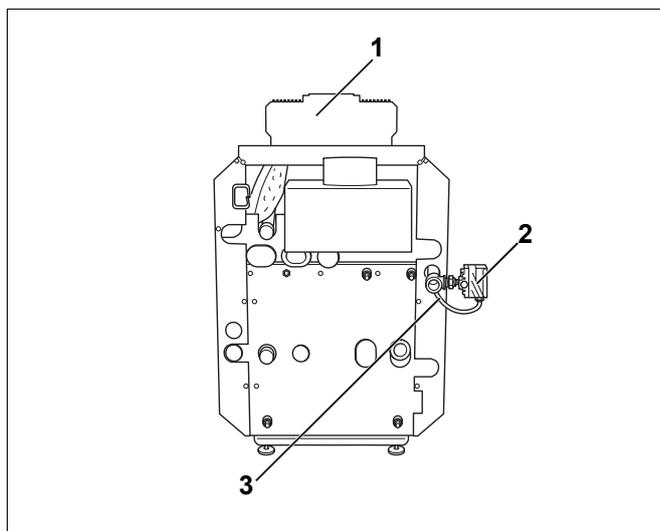
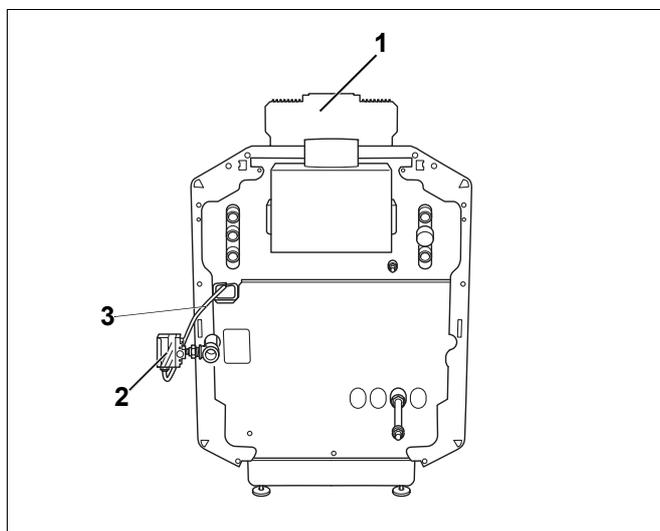
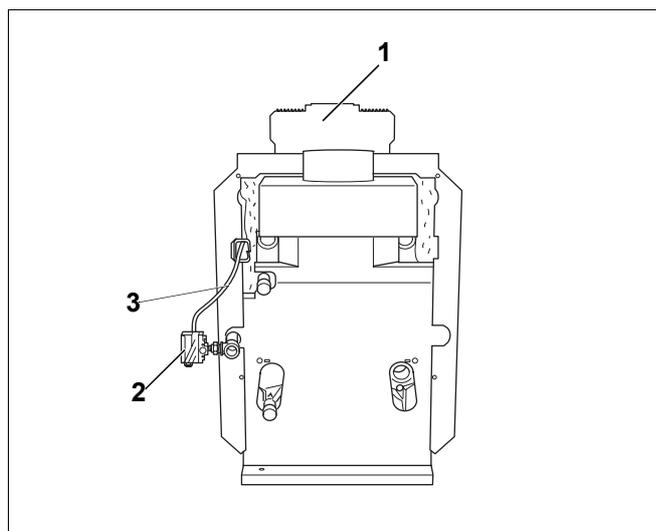
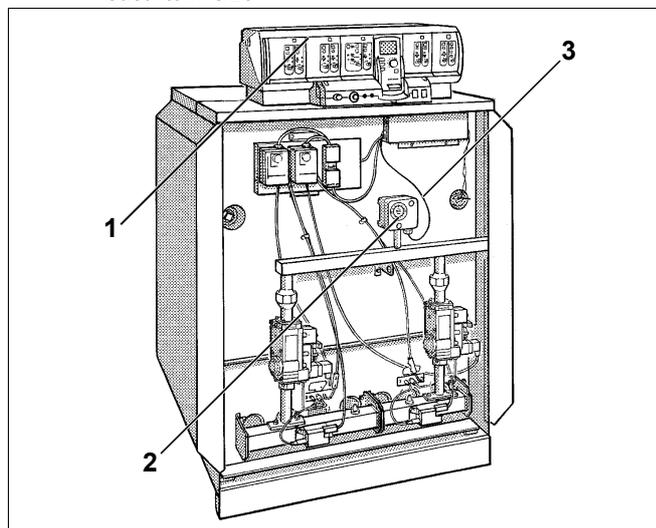

Рис. 2 Место установки прибора контроля давления газа для G124
Рис. 3 Место установки прибора контроля давления газа для G134
Рис. 4 Место установки прибора контроля давления газа для G234
Рис. 5 Место установки прибора контроля давления газа для G334
- Место установки прибора контроля давления газа (**поз. 2**) показано для различных котлов на рис. 2 - рис. 5. Соблюдайте указанное место установки прибора!
- Соединительный кабель (**поз.3**) прокладывать в соответствии с рис. 2 - рис. 5, подключения в системе управления (**поз. 1**) выполнить в соответствии с электрической схемой.
- Экспликация к рис. 2, рис. 3, рис. 4 и рис. 5